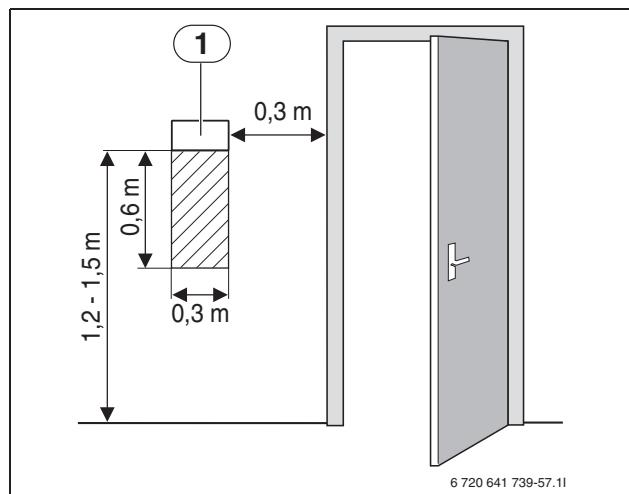

Bild 11 Rekommenderad monteringsplats för rumsgivare
- Obehindrad cirkulation av rumsluft under rumsgivaren (streckad yta ska hållas fri (→ bild 11))